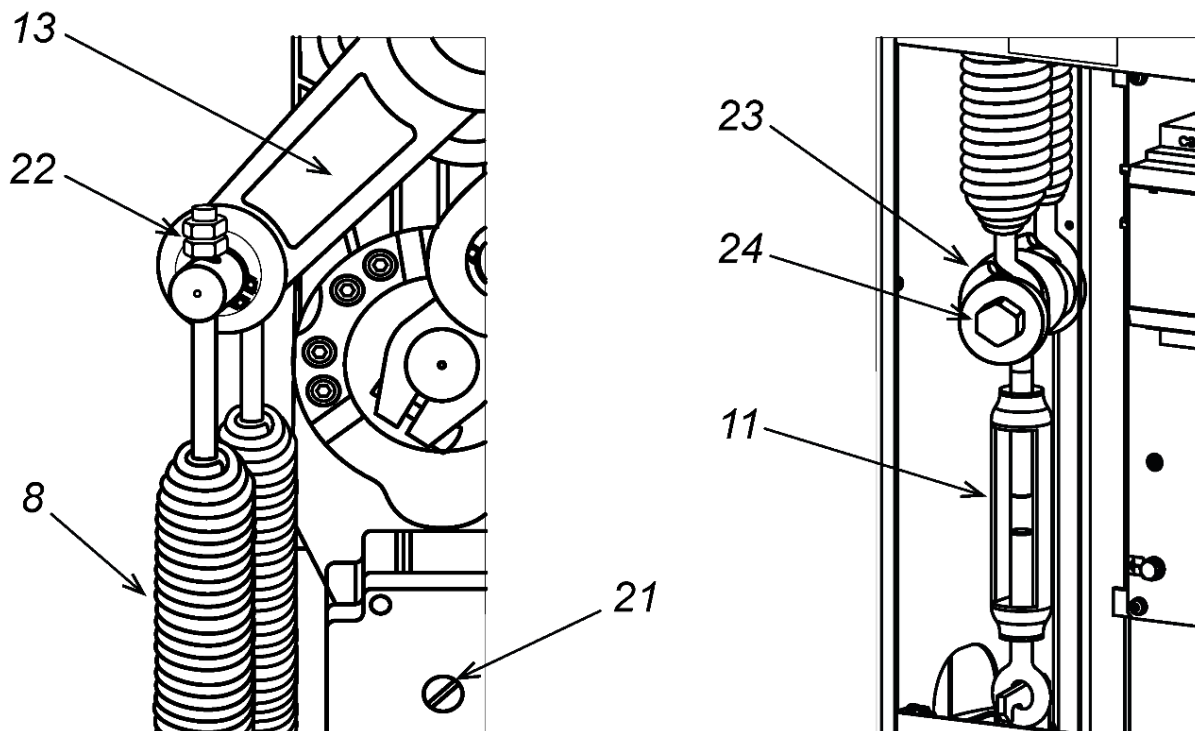

Рисунок 13. Установка балансировочных пружин
5. Также регулировать натяжение пружин можно при помощи гаек (22) на верхних шпильках пружин (см. рис. 13), при этом над гайками у обеих пружин должно быть примерно одинаковое количество витков резьбы, но не менее 3-5 витков.